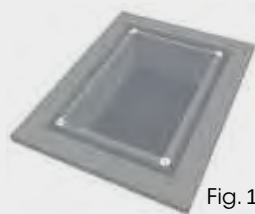

Fig. 1
- 1 Se colocan en los cuatro ángulos, las piezas especiales de esquina del tipo de reborde elegido. Fig. 1
- 1 Place the special corner pieces, according to the type of perimeter edge chosen, in the four corners. Fig. 1
- 1 Posez sur les quatre angles les pièces spéciales d'angle du type de débordement choisi. Fig. 1